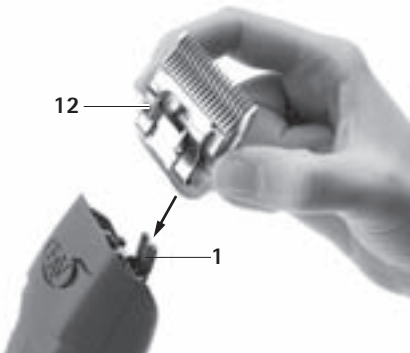

Abb. 2
- Scherkopf 12 auf geöffnetes Messerscharnier 1 stecken, siehe Abb. 2.